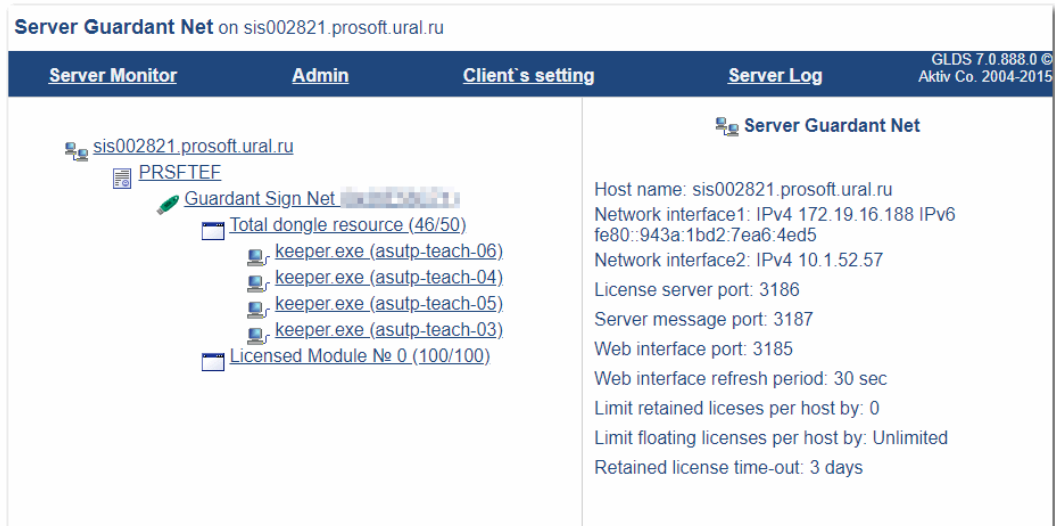

Рисунок 130 - Информация о ключе
1. Воспользуйтесь веб-интерфейсом по адресу: **127.0.0.1:3185**. На странице должна отображаться информация об аппаратном ключе (Рисунок 130).